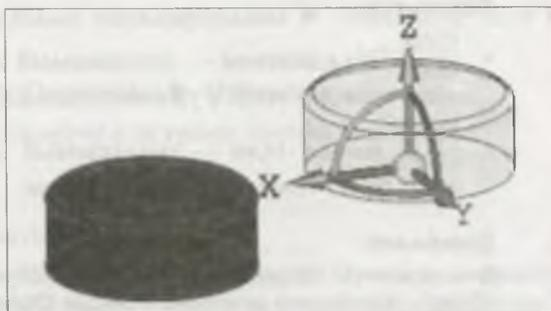

Рис. 21.15. Исходное положение и фантом нового тела
- ◆ для завершения операции нажмите кнопку **Создать объект** — тело изменит свое положение в графической области (рис. 21.15), а в **Дереве** модели появится пиктограмма операции изменения положения.